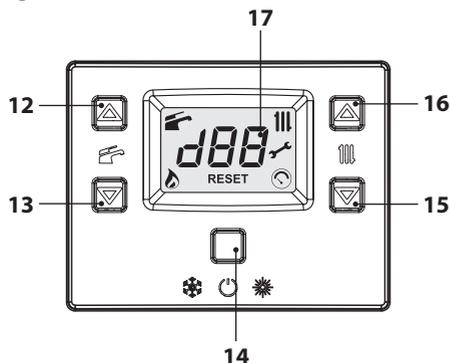

Figura 2.5
- Tenere premuto per 2 secondi il tasto 14 fino a far apparire sul display il simbolo  (Figura 2.5).
La temperatura dell'acqua calda di mandata riscaldamento è regolabile agendo sui tasti 15 (diminuzione) e 16 (aumento) (Figura 2.5) da un minimo di circa 38°C ad un massimo di circa 85°C. Alla prima pressione di uno dei due tasti si ha la visualizzazione del valore di "set", alla seconda pressione si accede alla modifica. Segnalazione data dal display LCD:
Comunque se la temperatura ambiente non dovesse essere confortevole si può aumentare o diminuire la temperatura di mandata dell'impianto riscaldamento di $\pm 15^\circ\text{C}$ agendo sui tasti 15 (diminuzione) e 16 (aumento) (Figura 2.5).